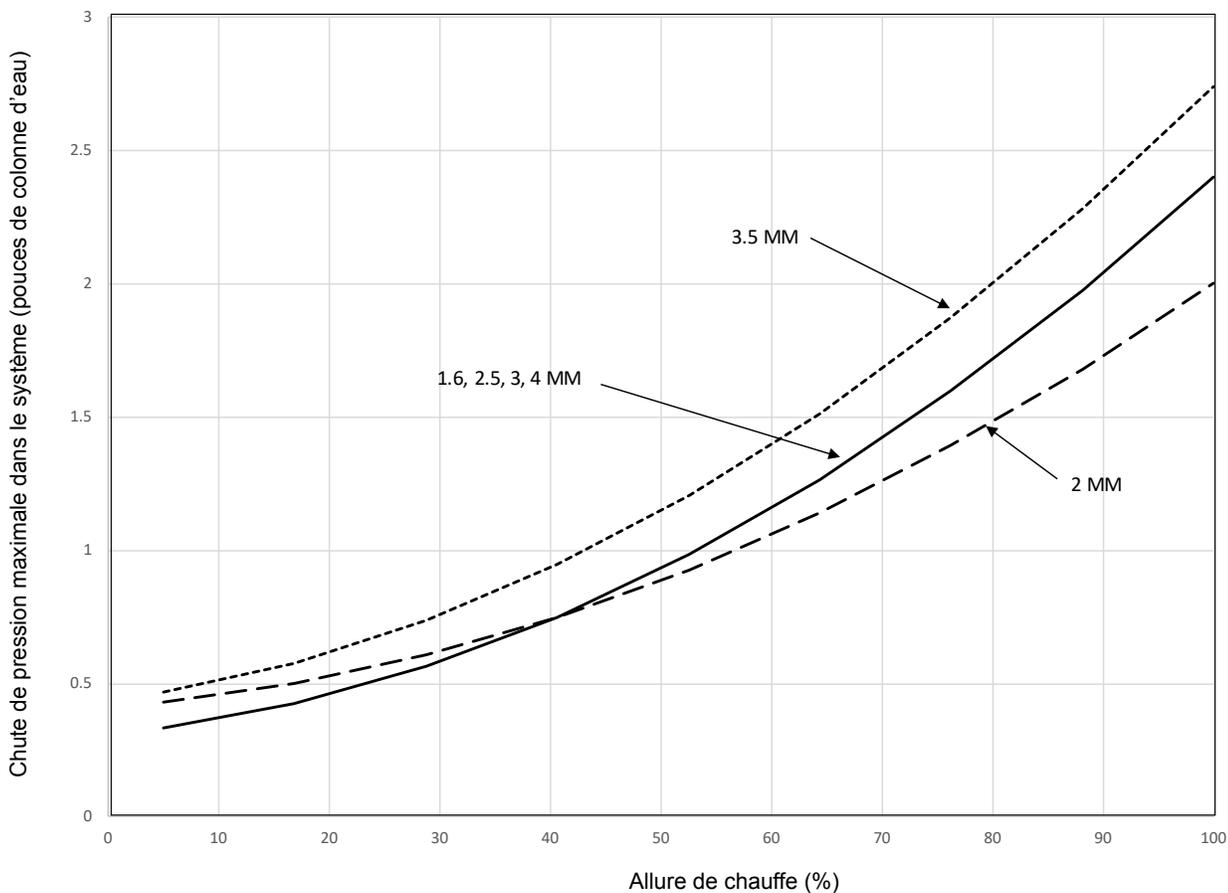

Figure 51. Pression différentielle maximale du système / allure de chauffe
2. Repérer le réglage de pression sur la vanne de régulation de pression en retirant le cache en laiton à l'avant de l'appareil. Voir Figure 51
8. Au besoin, régler la vis de réglage de pression de combustible (voir figure 51) pour obtenir une valeur de **mesure de CO₂ à allure maximale de 9,0 % +/- 0,2 %.**